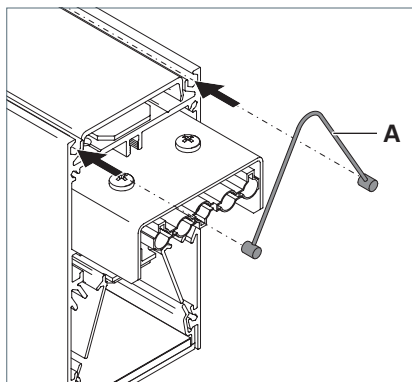

Fig. 11: Aggancio del cavo metallico all'apparecchio.
- Far passare le estremità del cavo metallico **A** nelle guide sulla parte superiore dell'apparecchio, vedi Fig. 11.